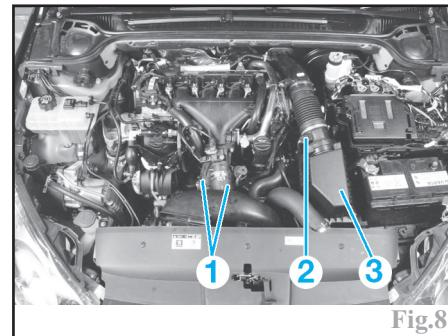
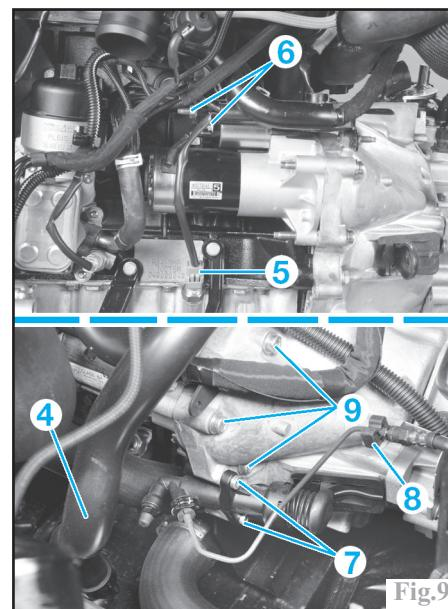

Fig.8
Fig.9
- les conduits (1) (Fig.8).
- le connecteur (2).
- la boîte à air (3).
- le conduit (4) (Fig.9).